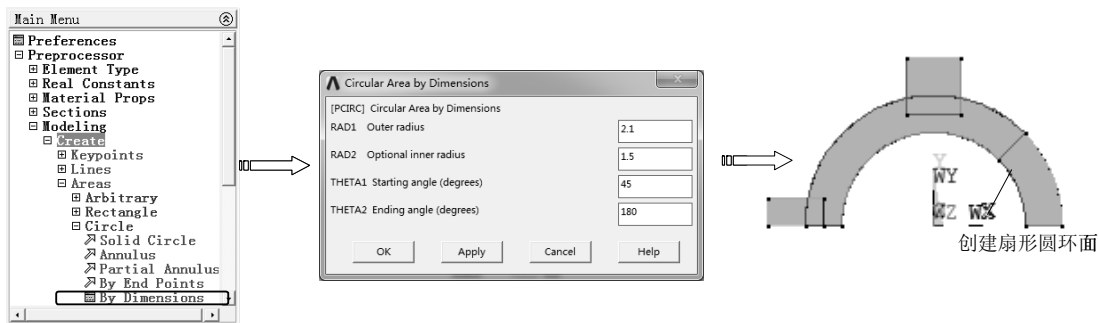

图 7-125 创建扇形圆环面
4) 选择“Main Menu>Preprocessor>Modeling>Create>Areas>Circle>By Dimensions”命令，弹出“Circular Area by Dimensions”对话框，在“RAD1”和“RAD2”文本框中分别输入圆环的外径 2.1 和内径 1.5，在“THETA1”和“THETA2”文本框中分别输入圆环的起始角度 45 和终止角度 180，单击“OK”按钮创建圆环面，如图 7-125 所示。